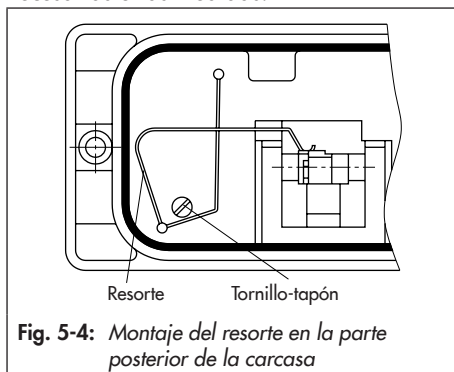

Fig. 5-4: Montaje del resorte en la parte posterior de la carcasa
- Desatornillar el tornillo-tapón de la cara posterior del posicionador (Fig. 5-4) y cerrar con el tapón de los accesorios la salida de presión de mando "output".
- Montar el posicionador de forma que el orificio de la placa intermedia (15) con la junta tubular coincida con el orificio del puente del accionamiento.
carce en la parte posterior de la carcasa del posicionador el resorte incluido en los accesorios, tal como se indica en la Fig. 5-4 .
1. Colocar la palanca con rodillo palpador (3) sobre la palanca transmisora (5) por el lado opuesto al de las tuercas a presión y fijarla con los tornillos (6) y arandelas de seguridad.
2. Colgar el resorte de los accesorios (referencia 1400-6660) en el lado posterior de la carcasa del posicionador según Fig. 5-4.